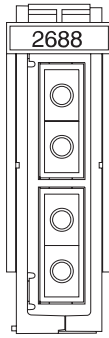

Abbildung 25. OLP-Karte 2688
2. Suchen Sie eine verfügbare OLP-Karte 2688 (siehe Abb. 25 auf Seite 24) an der Systemeinheit.